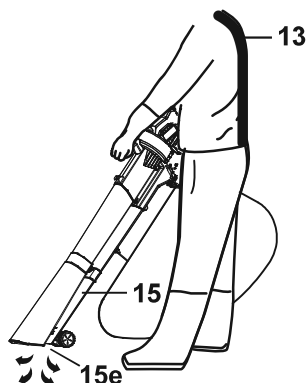

Fig. 10
2. Segure sempre o produto pela pega principal (7) e pela pega dianteira (4).
3. Fixe o arnês (13) na argola para pendurar (5) e coloque-o sobre o ombro.
4. Segure no bocal (15e) do tubo inferior de sopro (15) a, aproximadamente, 10 cm acima do solo e caminhe lentamente para a frente com um movimento de varrimento de um lado ao outro (Fig. 10).